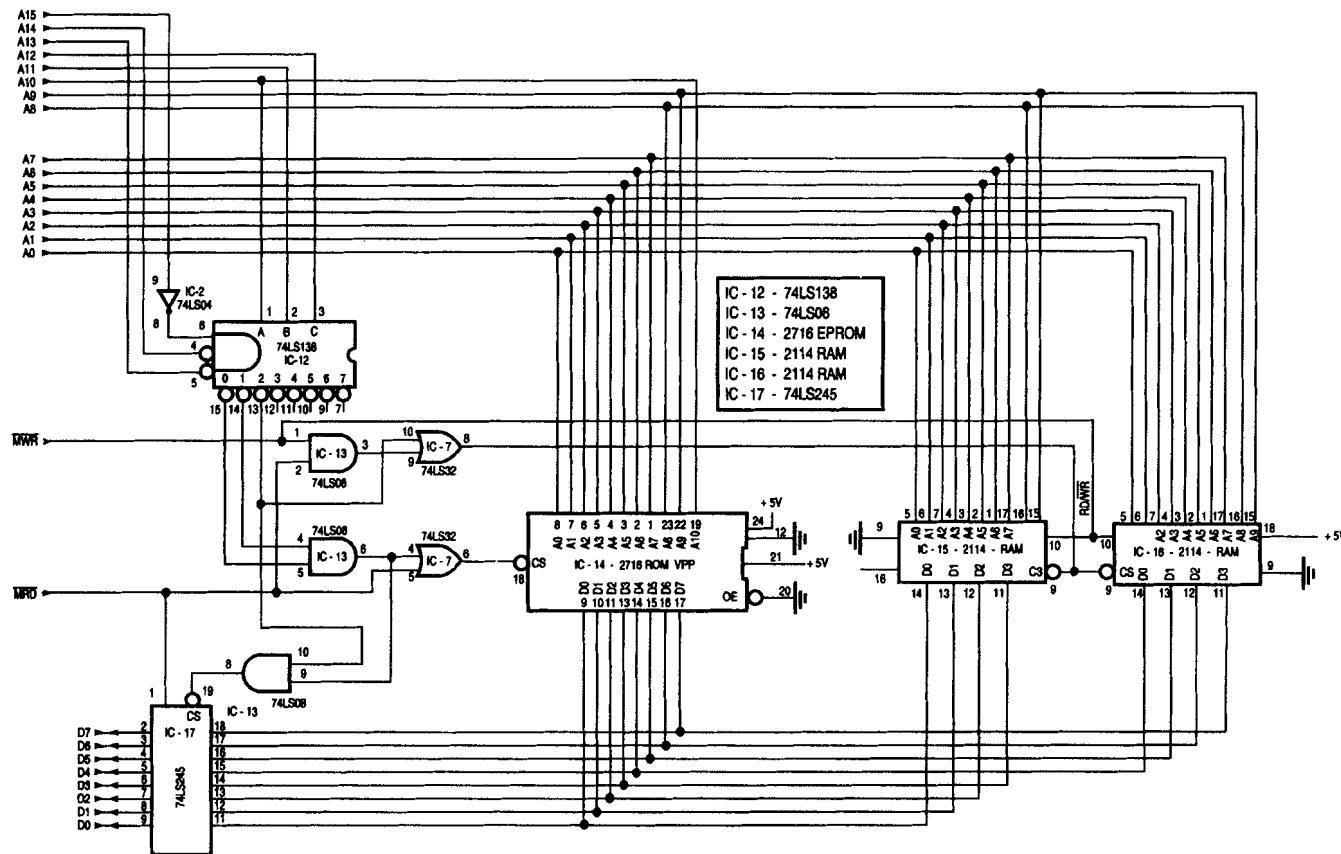

FIGURA 16-13 RAM y ROM del sistema de adiestramiento
El diagrama de la figura 16-13 muestra los decodificadores de memoria y la ROM/RAM del sistema de adiestramiento en computadoras de la figura 16-1. La ROM es una EPROM 2716 de 2K por 8, y la RAM está formada por dos 2114, que son CI de RAM estática de 1K por 4. El decodificador de direcciones es un decodificador óctuple 74LS138. Este decodificador ya fue estudiado en el libro, de modo que su funcionamiento debe ser claro. El decodificador permitirá que el acceso a la ROM se haga con las direcciones 0000 hex a 0FFF hex, y a la RAM de 0800 hex a 0BFF hex. El decodificador proporciona una salida con nivel BAJO para cada uno de los primeros ocho bloques de memoria de 1K de los 64K posibles que la CPU puede direccionar.
5. ¿Cuál sería la dirección de la ROM 2716 de la figura 16-13 si no estuviese el inversor en la línea de dirección 15, el cual excita la terminal 6 del 74LS138? [1, 2]